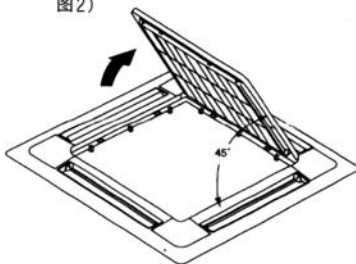

图2
2. 将格栅提起大约45度, 取下装饰面板上的回风格栅。(参照图2)